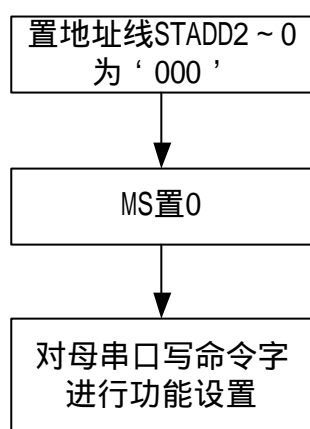
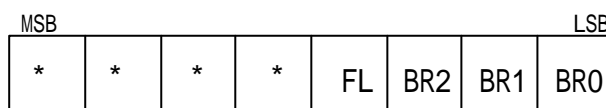

图 7 功能设置流程图
图 8 功能寄存器结构
具体设置方法为：将地址线 STADD2~0 全置为 '0'，外部 MCU 通过母串口写入控制命令对芯片进行设置。设置流程参见图 7：
3、对母串口写命令字，该命令字的值为功能寄存器相应位的设置值，但高 4 位必须全为 '1'，以便和无效数据相区别。功能寄存器的结构如图 8 所示：
设置流程参见图 7，功能寄存器结构参见图 8，其中 FL 是用来设置帧长的位，为‘0’表示 10bit，‘1’表示 11bit。
波特率的设置：在两种工作模式下，将地址线 STADD2~0 全置为‘0’，外部 MCU 可以通过母串口写入特定的控制命令对串口工作波特率进行设置。设置流程参见图 7，功能寄存器结构参见图 8，其中 BR2~0 是用来设置波特率的位。